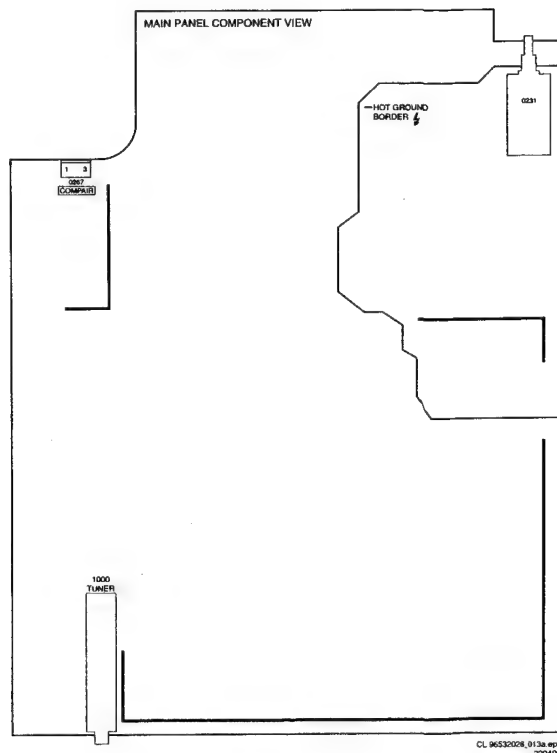

Abbildung 5-7
8. Schließen Sie das andere Ende des Schnittstellenkabels am ComPair-Anschluß auf der Monoplatine an (siehe Abbildung 5.7).